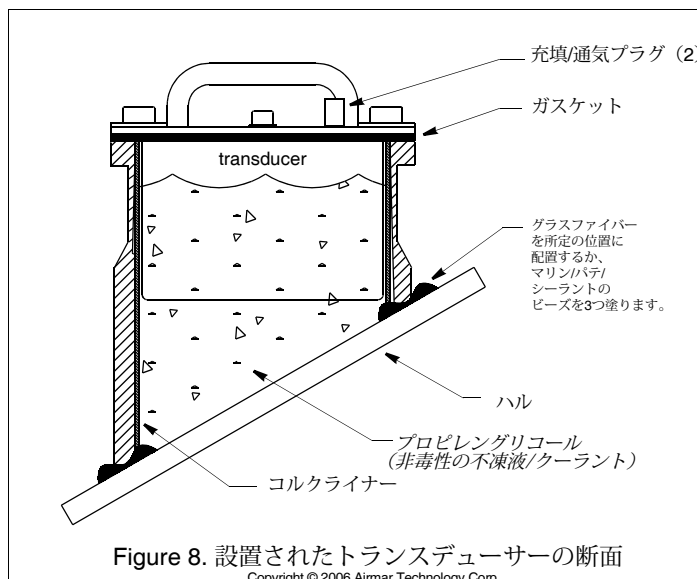

Figure 8. 設置されたトランスデューサーの断面
3. 承認済みのボンディング材料を使用します (1ページの「ツールと材料」を参照)。標準的なグラスファイバー技術を使用して、グラスファイバー樹脂でタンクを船体にガラス張りします。または、メーカーの指示に従って、海洋パテ/シーラントの玉をたっぷりとタンクの下端に塗ります (図8)。タンクを所定の位置にしっかりと押し込みます。タンクの内側に2つ目のビーズを塗ります。そして、タンクの外側に3つ目のビーズを塗ります。
1. 接着剤が硬化したら、コルクライナーをタンクに挿入します (図8)。最も高い辺の中央に沿って端を突き合わせます。ギャップがあるかもしれませんが、これはパフォーマンスには影響しません。